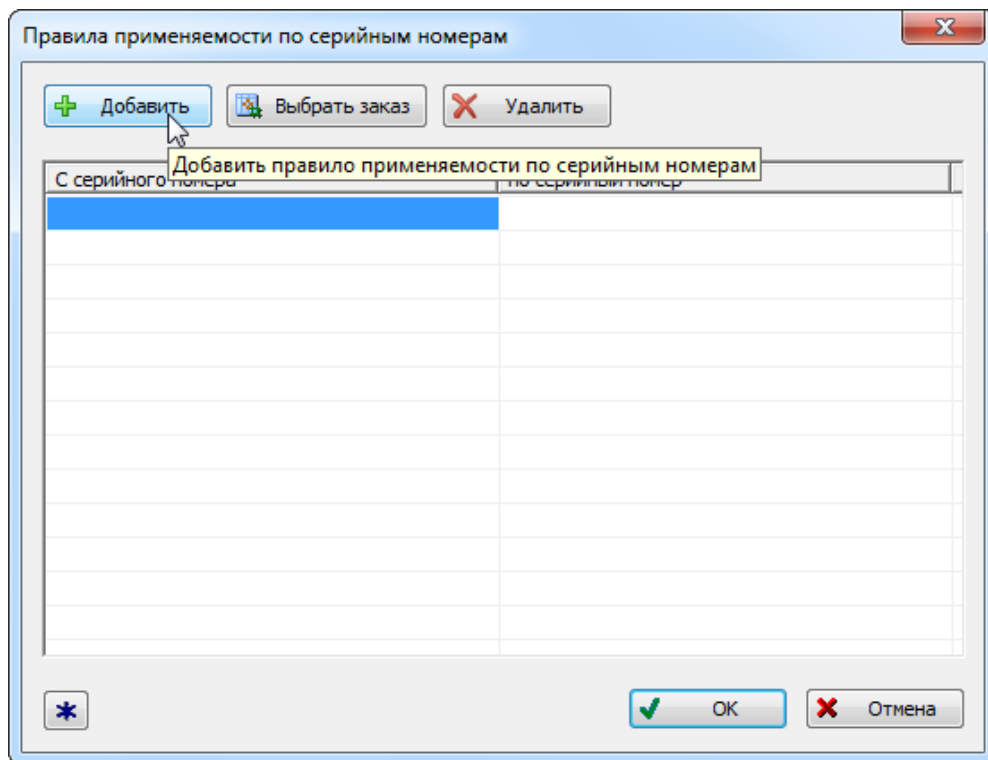

Рис. 10-234 – Ввод нижней границы диапазона серийных номеров
4) После этого откроется окно «Правила применяемости по серийным номерам» (рис. 10-234).